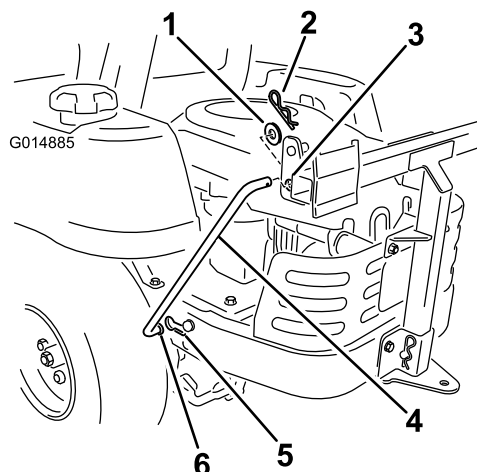

Figure 15
- Montez deux tiges de support de chaque côté du bâti. Localisez l'encoche dans le bâti de la machine et placez-y l'extrémité évasée et courbée de la tige (Figure 15). Déplacez la tige en arrière pour l'engager dans le bâti.
- Insérez l'extrémité coudée de la tige dans le bâti du système de ramassage, comme illustré à la Figure 15. Fixez le bout de la tige avec une rondelle et une goupille fendue.